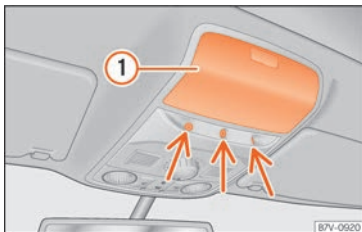

Fig. 93 Sur la console de pavillon : capteurs de protection volumétrique.
- Fermez le compartiment porte-objets » **fig. 93** ① de la console du toit, sans quoi la fonction de surveillance de l'habitacle (flèches) sans restrictions n'est pas garantie.